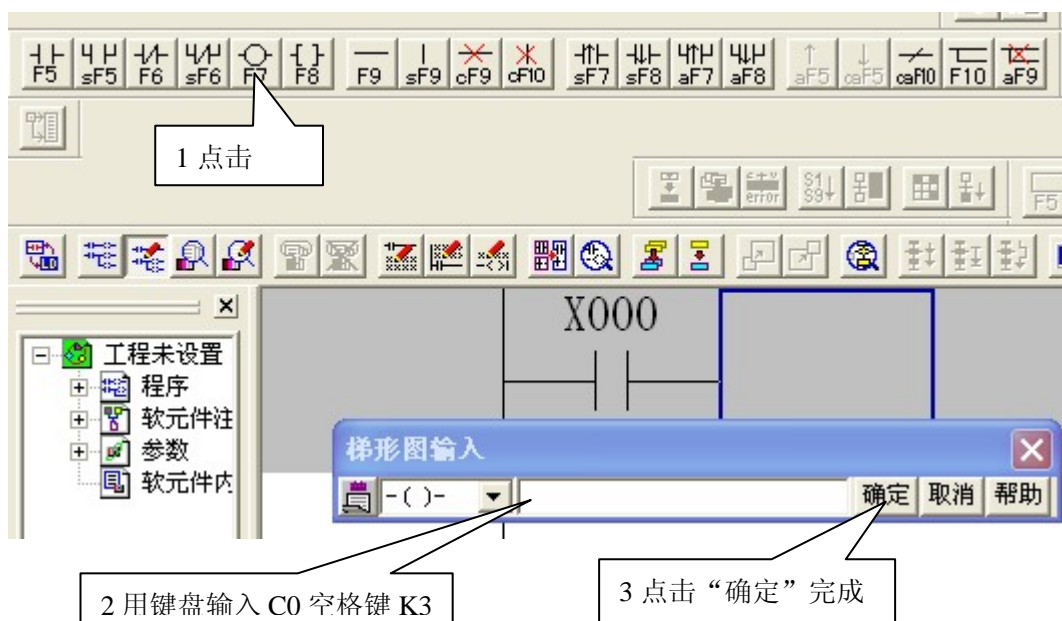

图 5-41 计数器电路编写
(1) 单击  符号在弹出对话框输入“X000”点击确定，然后再单击  符号在弹出对话框输入 C0 空格键 K3 如下图 5-41。